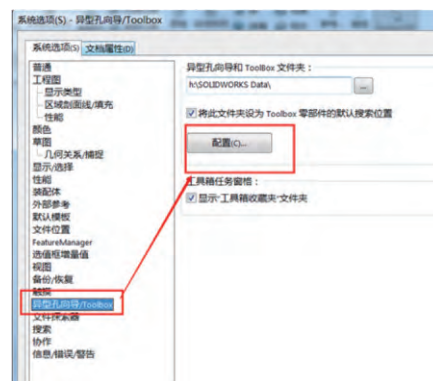

图 7
(2) 通过 SOLIDWORKS 选项中配置项打开（图 7）。